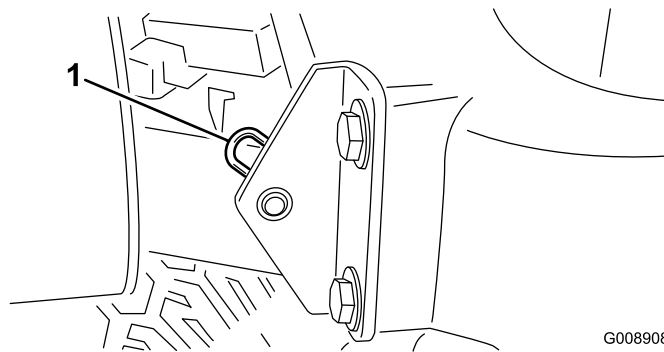

Figura 46
2. Rimuovete la coppia di fissaggio del perno del cofano sulle staffe di montaggio (Figura 46).